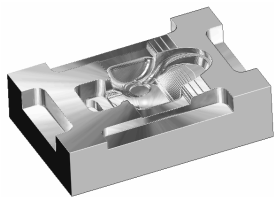

图 4-29 粗加工仿真切削结果
3) 在 PowerMILL “仿真控制”工具栏中，单击“运行”按钮，系统即进行粗加工仿真切削，其结果如图 4-29 所示。